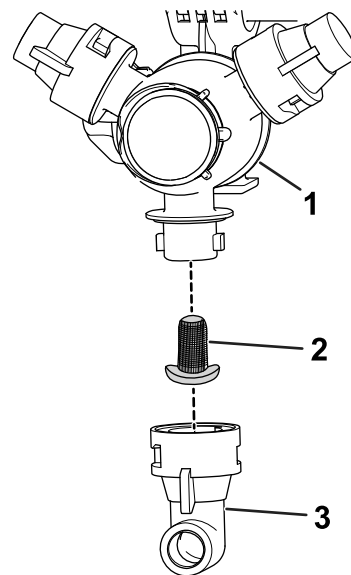

Bild 49
2. Nehmen Sie die Düse vom Sprühdrehkreuz ab (Bild 49).
3. Entfernen Sie den Düsenfilter (Bild 49).
5. Setzen Sie den Düsenfilter ein (Bild 49).
6. Setzen Sie die Düse auf das Sprühdrehkreuz auf (Bild 49).